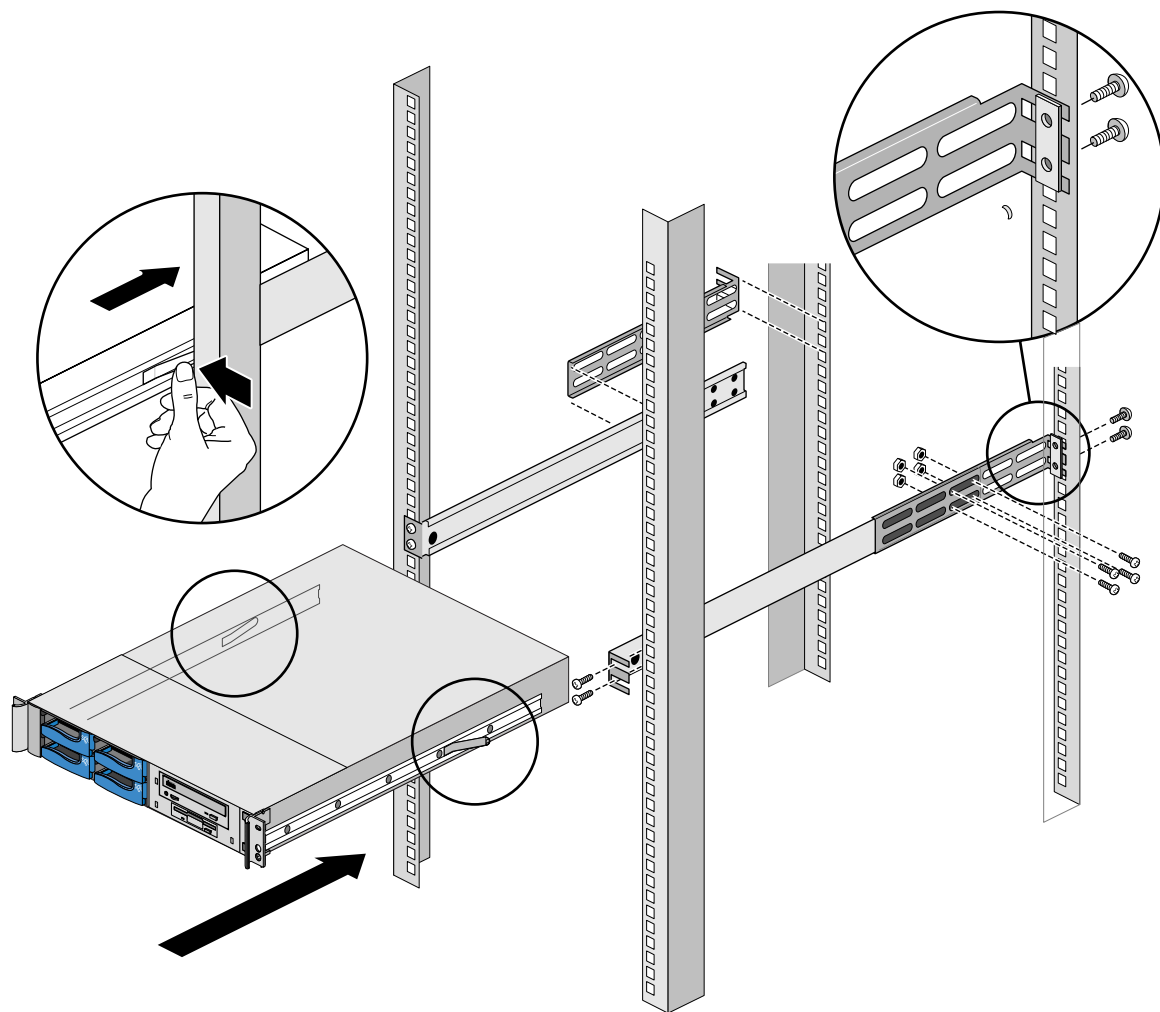

Figure 3-1 Installation d'un rail de glissière
6. Fixez les supports et les extensions de montage arrière gauche et droit sur le cadre de l'armoire. Reportez-vous à la Figure 3-1.
7. Pendant qu'une personne le tient par les deux côtés, faites glisser le châssis du serveur SGI 1200 dans les glissières fixées sur les rails de l'armoire. Alignez avec précision les glissières et les rails de chaque côté, appuyez sur les languettes de verrouillage, puis faites glisser le châssis dans l'armoire. Reportez-vous à la Figure 3-1.